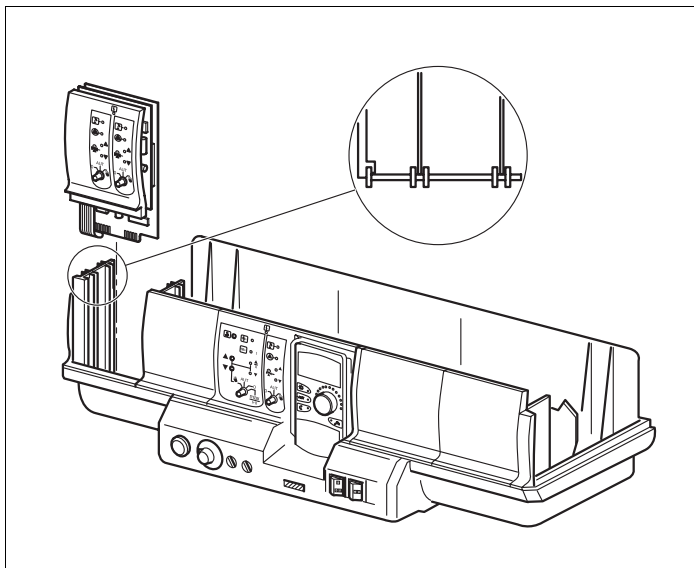

Рис. 20 Установка и демонтаж модуля
- Снимите заглушку с разъема 1 на системе управления (рис. 20).
- Новый модуль вставьте сверху в свободный разъем, нажимая на планку датчиков (рис. 20). Убедитесь, что модуль хорошо встал на место.